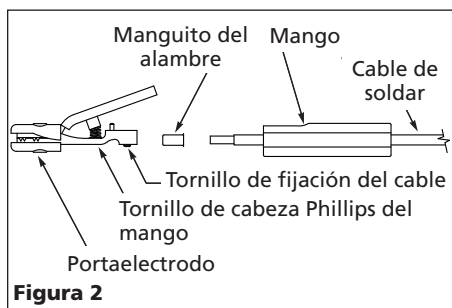

Figura 2
**PORTAELECTRODO (VER FIGURA 2)**